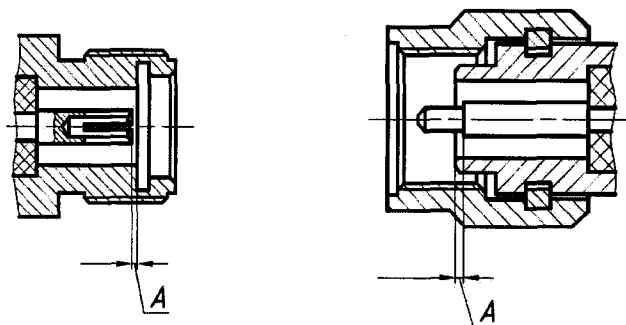

Рисунок 1 – Соединитель типа 2,4 мм «розетка» и «вилка».
7.2.2 Проверке подлежит присоединительный размер «А» (рисунок 1) соединителей измерительных портов АЦ, кабеля СВЧ и всех мер и переходов из набора калибровочных мер, входящих в состав поверяемого АЦ.